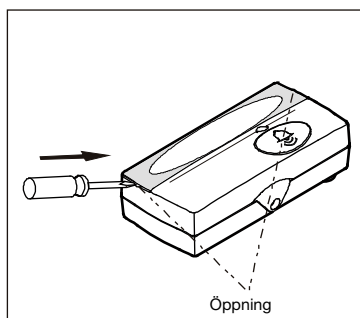

Fig. 7
6. När dörrtryckknappen är monterad, kan den transparenta plastskivan på överdelen tas loss, så att man kan skriva namn, nummer eller motsvarande på etiketten. Sätt sedan tillbaka etiketten och plastskivan (fig. 7 och 8).